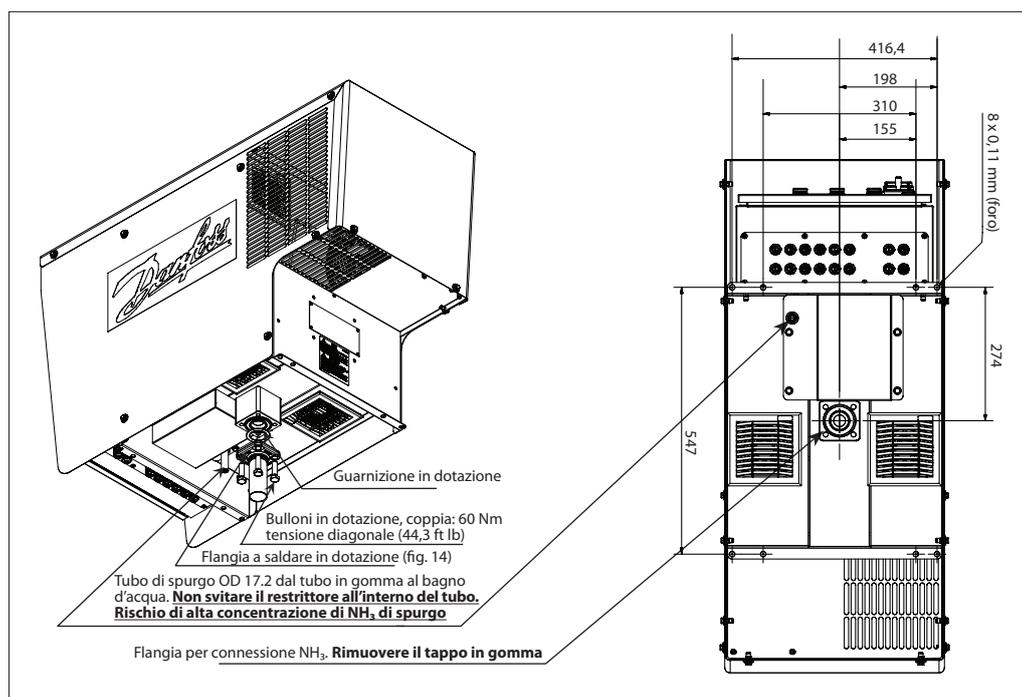
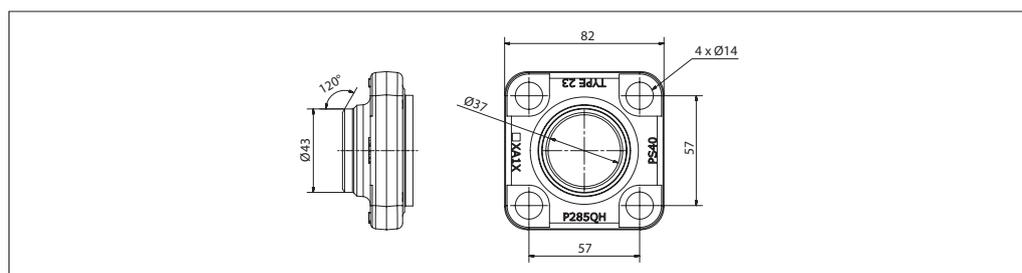

Fig. 13 Connessione ammoniaca
Fig. 14 Flangia a saldare in dotazione
1. Preparare le tubazioni per ammoniaca con la flangia a saldare conformemente alla Fig. 13 e Fig. 14. Le tubazioni principali/di scarico non devono mai essere di dimensioni ridotte rispetto al diametro interno Ø37 mm (1,5 in).